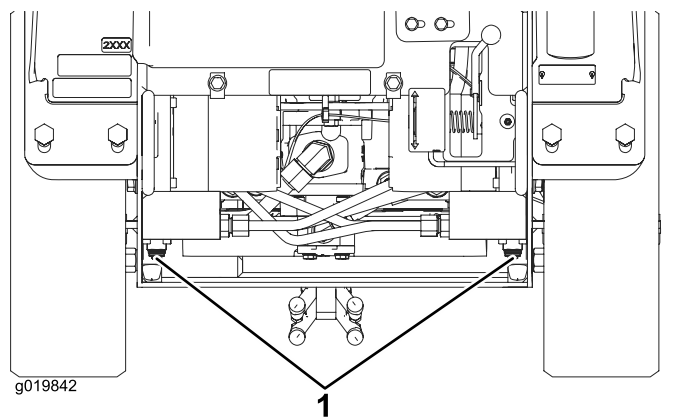

Figura 21
4. Folosind o cheie, rotiți supapele de remorcare de pe pompele hidraulice de două ori în sens invers acelor de ceasornic (Figura 21).